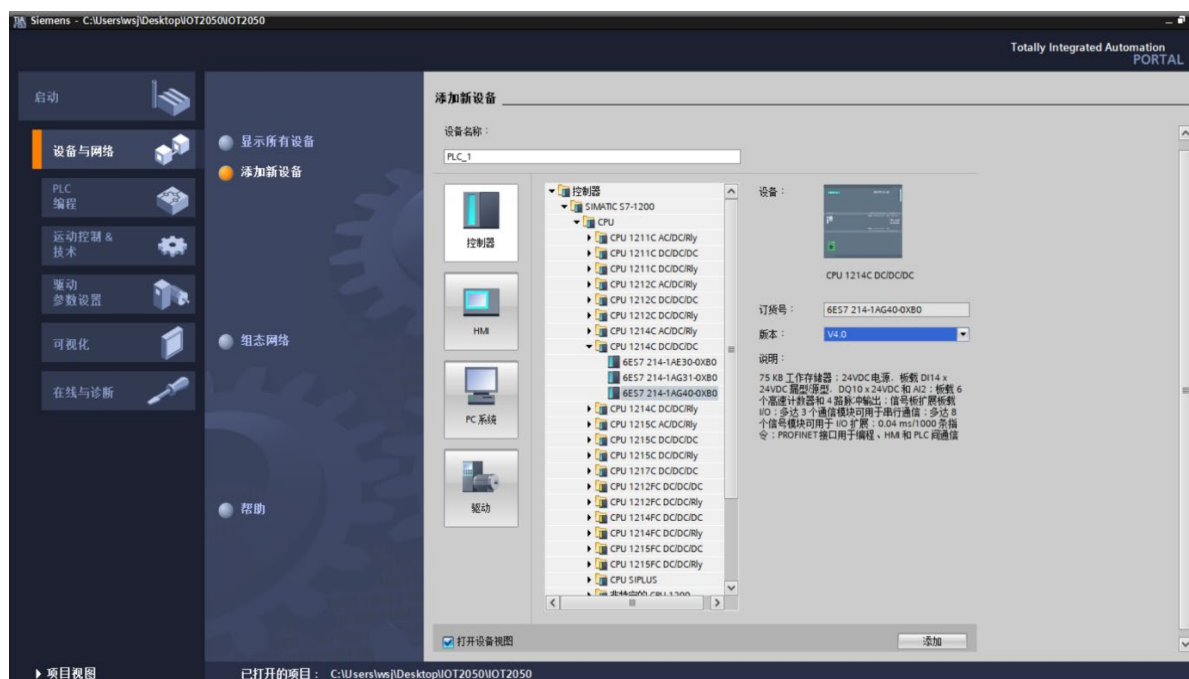

图 1-20 PLC 设备添加与版本选择
(2) 出现“设备与网络”菜单，选择“添加新设备”选项，进行 CPU 组态。点击 PLC，SIMATIC S7-1200”→“CPU”→“CPU 1214C DC/DC/DC”→“6ES7 214-1AG40-0XB0”，硬件版本选择 V4.0（这里必须根据实际硬件版本选择，否则后续下载会出错），如图 1-20 所示。